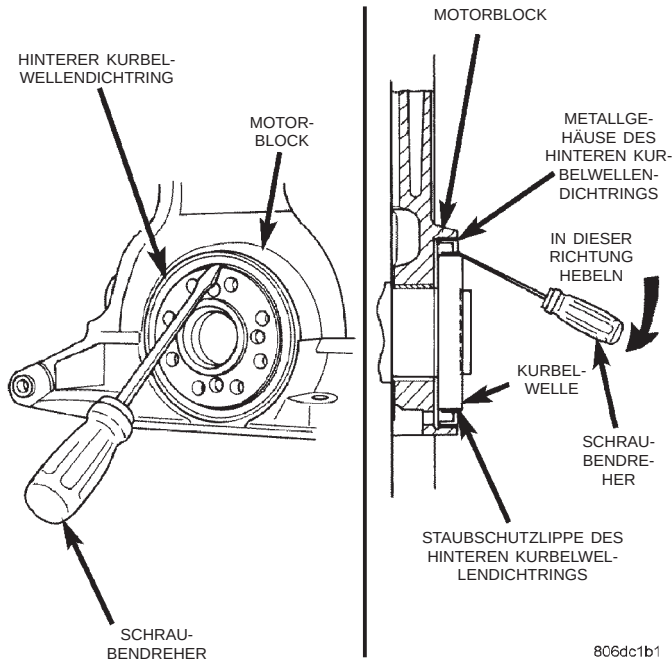

**Abb. 83 Hinteren Kurbelwellendichtring ausbauen
(1) Getriebe aus dem Fahrzeug ausbauen. Näheres hierzu siehe Kapitel 21, "Getriebe".
(2) Mitnehmerscheibe abbauen.
(3) Einen Schlitzschraubendreher mit 5 mm breiter Klinge zwischen Staubschutzlippe und Metallgehäuse des Kurbelwellendichtrings schieben. Den Schraubendreher (Abb. 83) dabei schräg am Metallgehäuse des Dichtrings ansetzen. Den Dichtring heraushebeln.